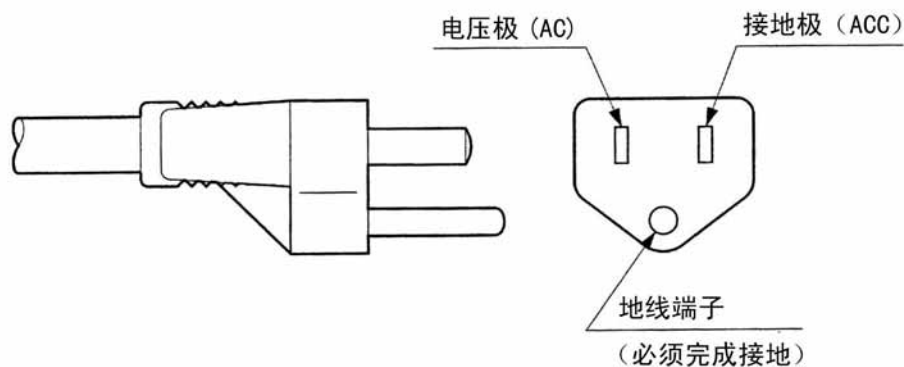

图 6.19 电源插销
本仪器的电源插销的电压极 (AC) 和接地极 (ACC) 如图 6.19 所示配置。在使用的电源插座上应与此相符地进行连接。